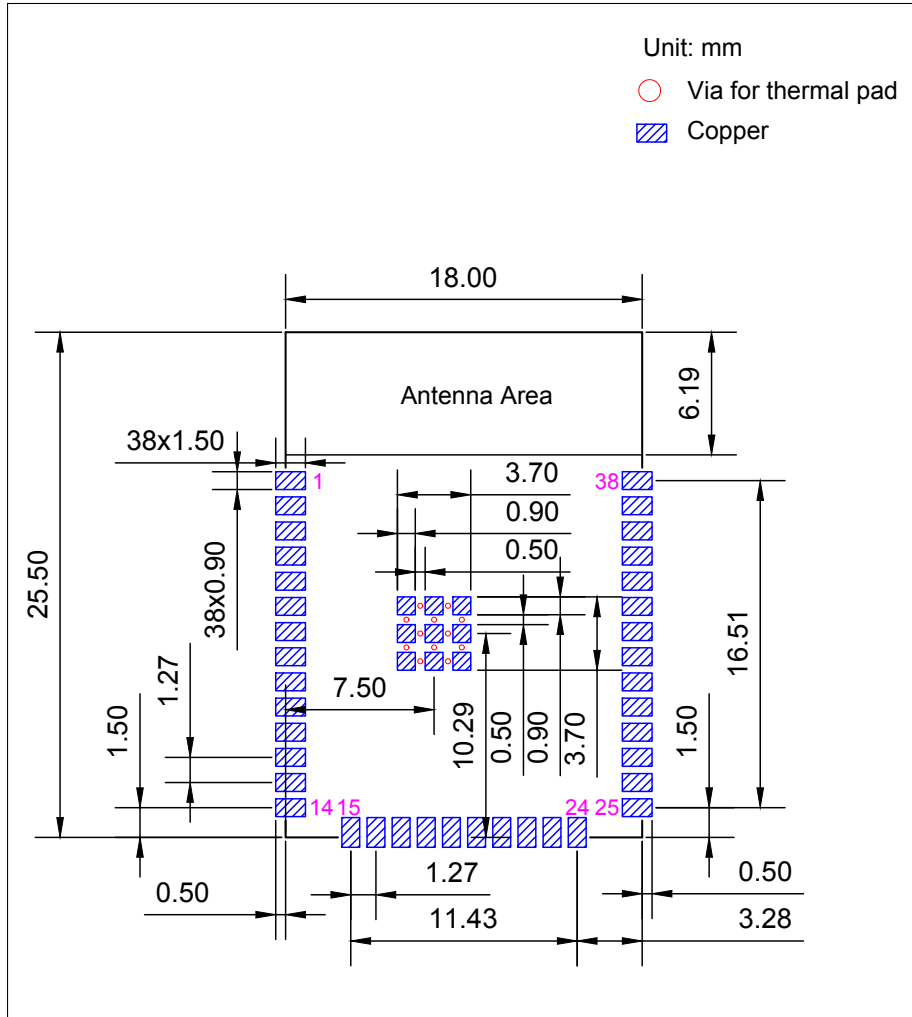

图 6: ESP32-SOLO-1 PCB 封装图形
- 推荐 PCB 封装图，标有 PCB 设计所需的全部尺寸。详见图 6 ESP32-SOLO-1 PCB 封装图形。
- 推荐 PCB 封装图的源文件，用于测量图 6 中未标注的尺寸。您可用 Autodesk Viewer 查看 ESP32-SOLO-1 的封装图源文件。